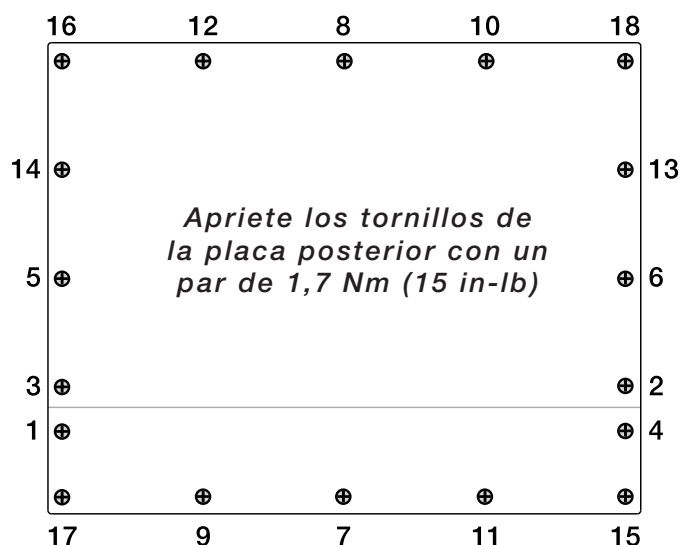

Figura 3-1. Placa posterior de la carcasa 920i
3. Apriete los tornillos a 1,7 Nm (15 in-lb), utilizando el patrón mostrado en la Figura 3-1, para evitar que se deforme la junta de la placa posterior.
4. Vuelva a instalar la placa posterior (Figura 3-1 en la página 17).